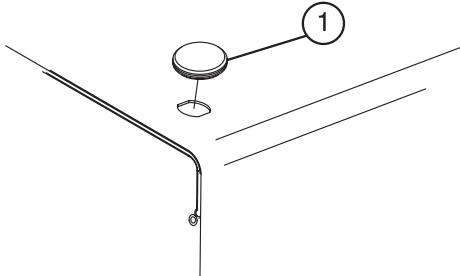

図3
1. フードの左前上部についているプラグを取り除きます(図3)。
4. ラジエーターのサポートにラッチ用ブラケットを仮止めする(図3; 1/4 × 3/4 "キャップスクリュ、平ワッシャ、ロックナットを使用する)。